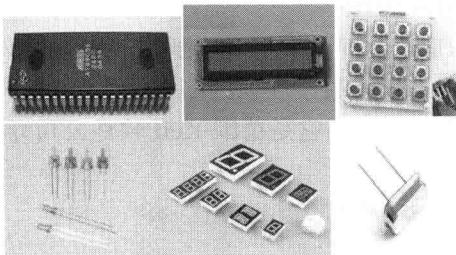
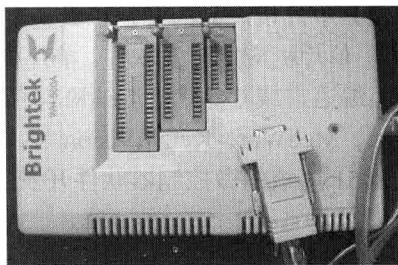
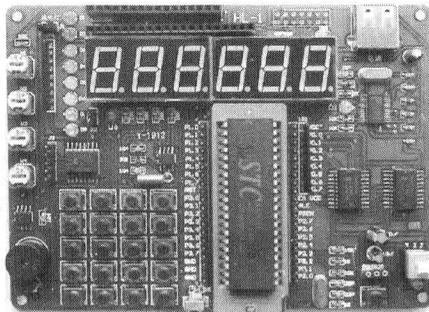

图 1-11 常用的电子元件
图 1-12 专门烧录器
图 1-13 单片机开发板
③ 单片机硬件电路设计的器件及调试工具。在单片机的硬件电路设计中，有些常用的电子元器件，例如：单片机、LCD、矩阵键盘、发光二极管、数码管、晶振等，如图 1-11 所示。在完成电路焊接后，需要用到烧录器把编制的程序烧录到电路板的单片机芯片中，烧录器如图 1-12 所示。现在很多简单实用的单片机开发板已慢慢代替了烧录器，如图 1-13 所示。单片机开发板不仅可以烧录程序，还可以作为学习工具用来完成各种单片机实验，有的还可以作为仿真器使用。